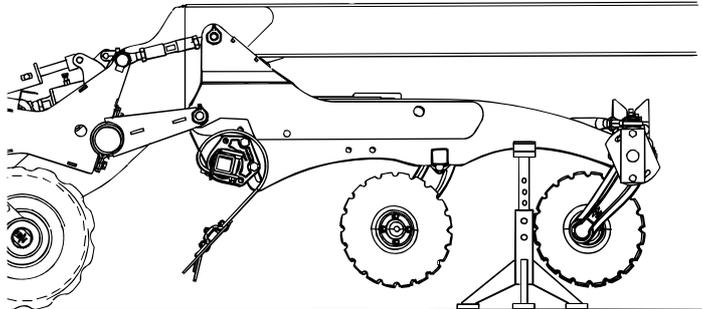

Рисунок 3.1
- ! При необходимости выполнения какой-либо работы на вспомогательном орудии, такой как замена дисков, орудие должно быть закреплено на твердом основании с помощью козелка или другого подобного приспособления. См. “Рисунок 3.1”